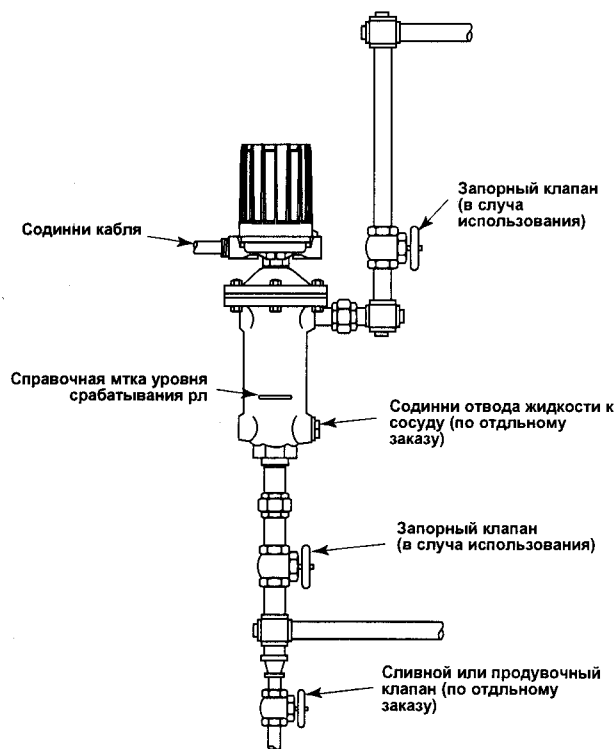

Рис. 3
На рис. 3 показан типовой монтаж трубопроводов регулирующего поплавкового релé уровня Magnetrol на сосуд или котел. Метки на корпусе указывают уровни срабатывания релé с тремя переключателями при минимальной относительной плотности. Уровни срабатывания релé с одним переключателем при различных минимальных относительных плотностях см. в Таблице уровней срабатывания.
6. Если узел магнита качается свободно, но механизм все же не действует, проверьте установку регулирующего рл, чтобы убедиться в том, что оно находится в пределах нормативных трех градусов (3°) отклонения от вертикали. (Используйте спиртовой уровень, прикладываемый к боковой стороне защитной трубки в двух местах, отстоящих друг от друга на 90°. См. **рис. 3** на стр. 4)